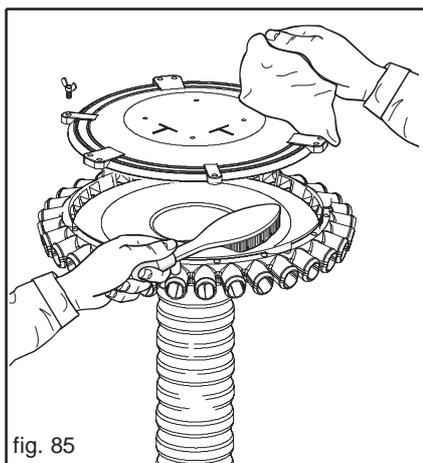
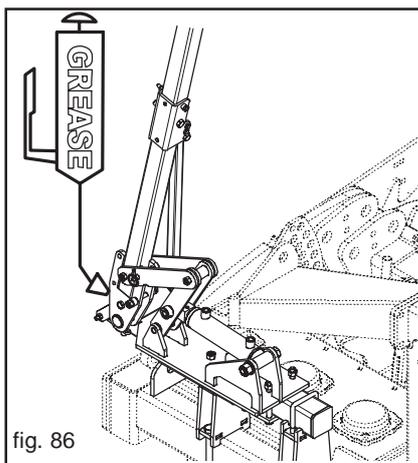
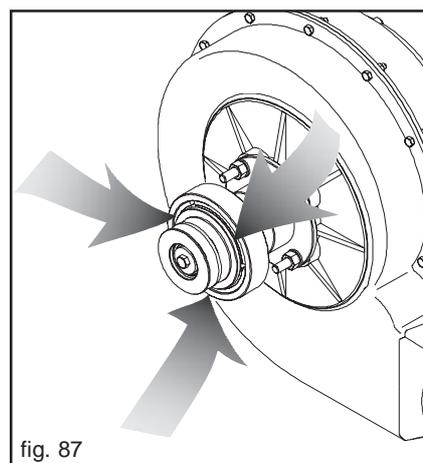
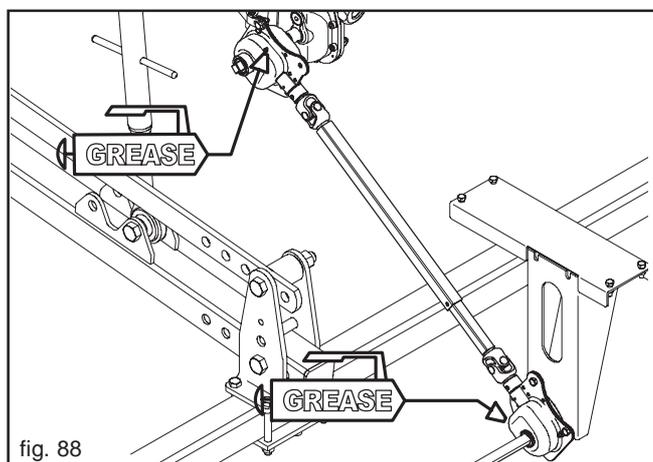

fig. 85
fig. 86
fig. 87
fig. 88
ALLE 50 ARBEITSSTUNDEN	<ul style="list-style-type: none"> <li>- Den Dosiervorrichtungskörper vollständig und sorgfältig reinigen (siehe Kap. 3.5.1).</li> <li>- Streukopf vollständig und sorgfältig reinigen (Abb. 85):               <ul style="list-style-type: none"> <li>• Flügelmutterschrauben lösen und entfernen (A);</li> <li>• Deckel des Streuers abnehmen (B);</li> <li>• die Metallteile mit einer Bürste und die Kunststoffteile mit einem Lappen reinigen;</li> <li>• Deckel aufsetzen und mit den Flügelmutterschrauben festmachen.</li> </ul> </li> <li>- Den Bolzen des Spurreisserarms schmieren (Fig. 86).</li> <li>- Die Rutschkupplung des Gebläses mit einem Luftstrahl reinigen (Abb. 87).</li> <li>- Die Antriebsübersetzung der Gelenkwellen schmieren (Fig. 88).</li> </ul>